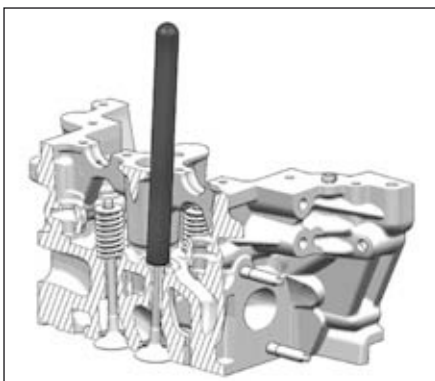

FIG.47
- Placer la tige de poussée de l'outil [3] (Fig.47) sur le joint de queue de soupape.